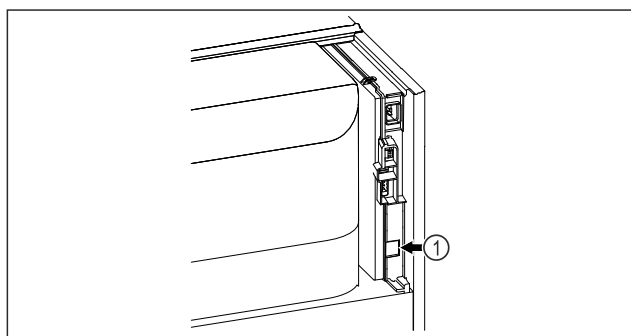

Fig. 97
- SmartModule Fig. 97 (1) je nasadený.